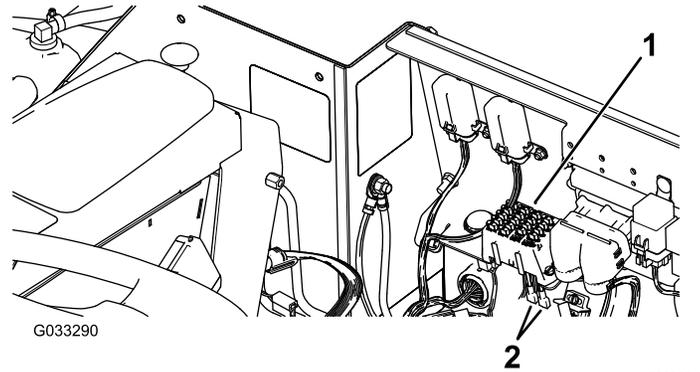
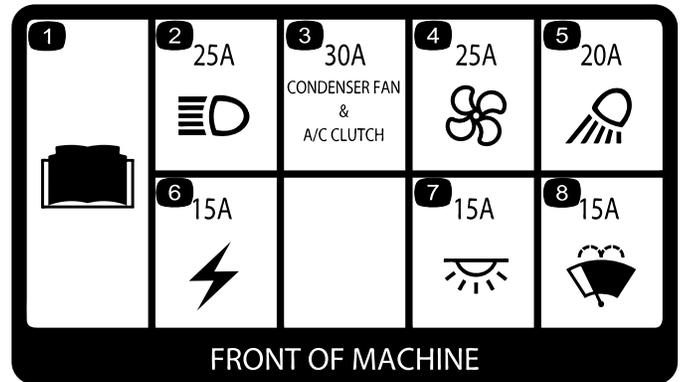
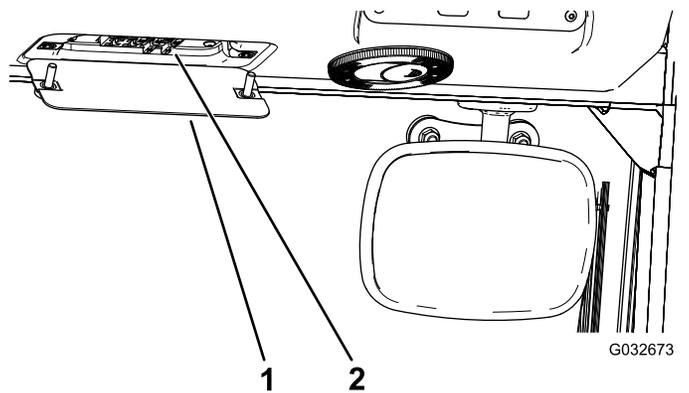

Figure 101
Figure 102
Figure 103
**Important:** Lors de l'installation d'un accessoire auxiliaire sur la machine, les seules sources d'alimentation électrique agréées sont le porte-fusibles du groupe de déplacement (Figure 101) ou de la cabine (Figure 103). Un maximum de 10 A est disponible à chacun de ces emplacements. Pour tout renseignement complémentaire, adressez-vous au concessionnaire Toro le plus proche.
Les fusibles de la cabine (Figure 102) sont situés dans le porte-fusibles sur la garniture de pavillon (Figure 103).